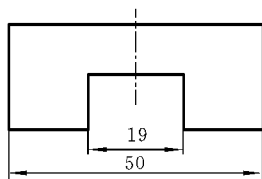

图 6.49 “层叠型尺寸”标注示例
② 并列(S) 选择该选项 ,可以进行层叠型尺寸标注 ,如图 6.49 所示。